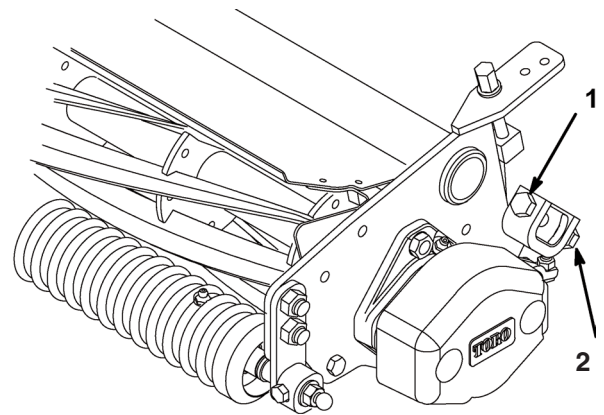

Fig. 2
2. Flytt motstålet nærmere spolebladene ved å løsne den nederste justeringsskruen (fig. 2) på hver side av klippeenheten, og deretter stramme den øverste justeringsskruen (fig. 2) på hver side av klippeenheten.